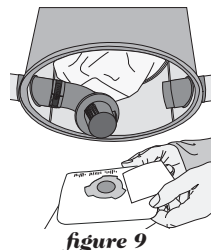

figure 9
2. Retirer le sac (**figure 9**). Si celui-ci est plein, en fermer l'ouverture avec l'autocollant fourni à cet effet (voir instructions sur le sac). Jeter le sac usagé. Si non utilisé, le conserver pour utilisation ultérieure, si désiré.